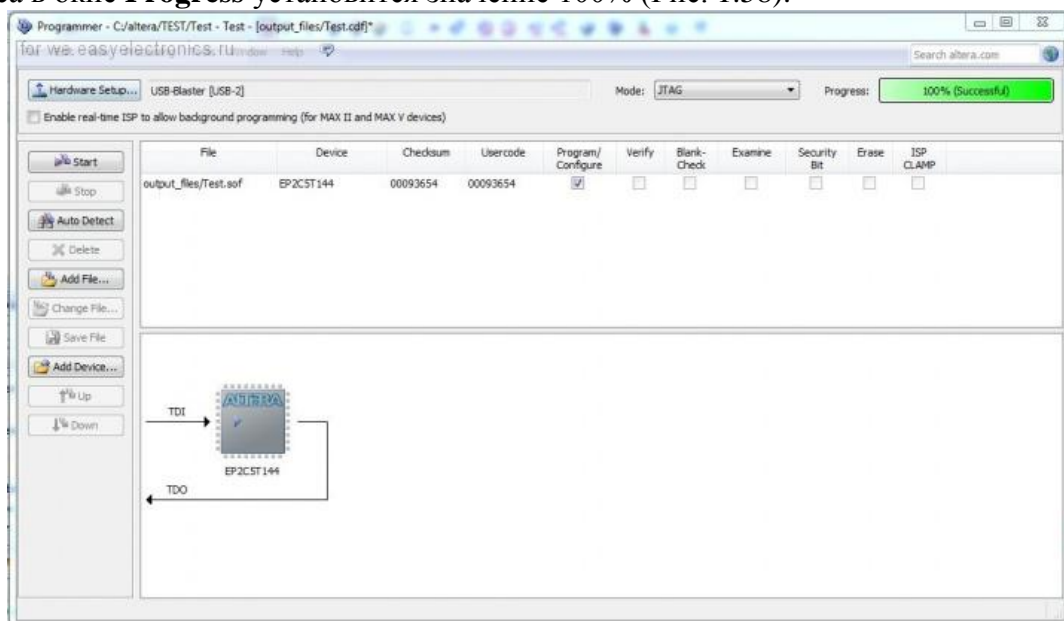

Рис. 1.58
3. Нажмите кнопку **Start**. После этого в окне **Progress** будет визуально отображаться процесс выполнения программирования кристалла. После успешного завершения этого процесса в окне **Progress** установится значение 100% (Рис. 1.58).